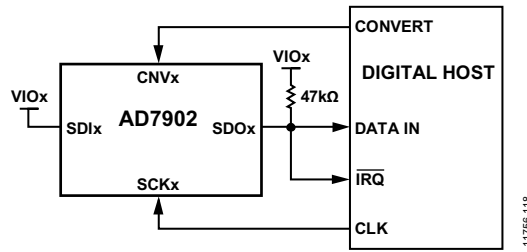
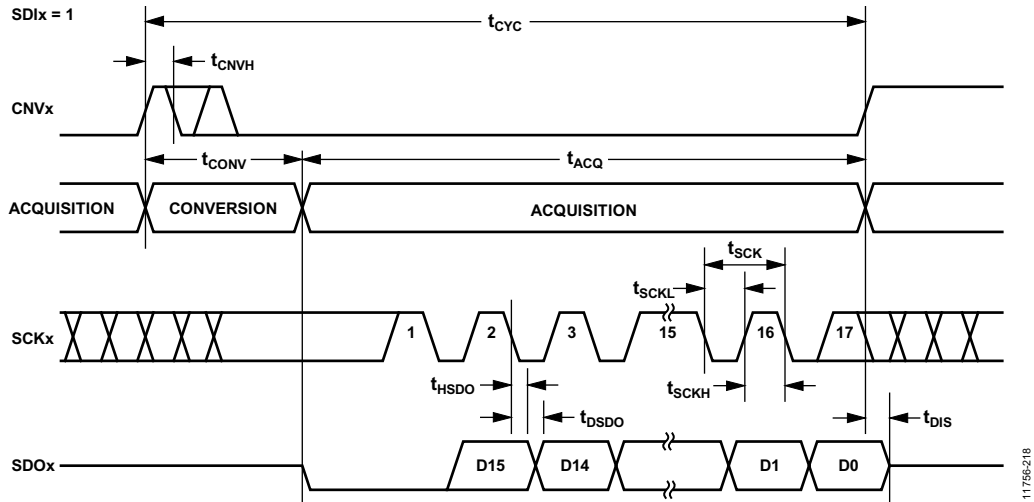
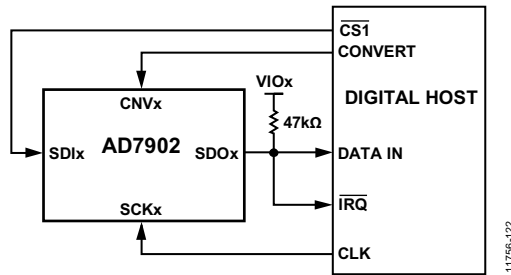
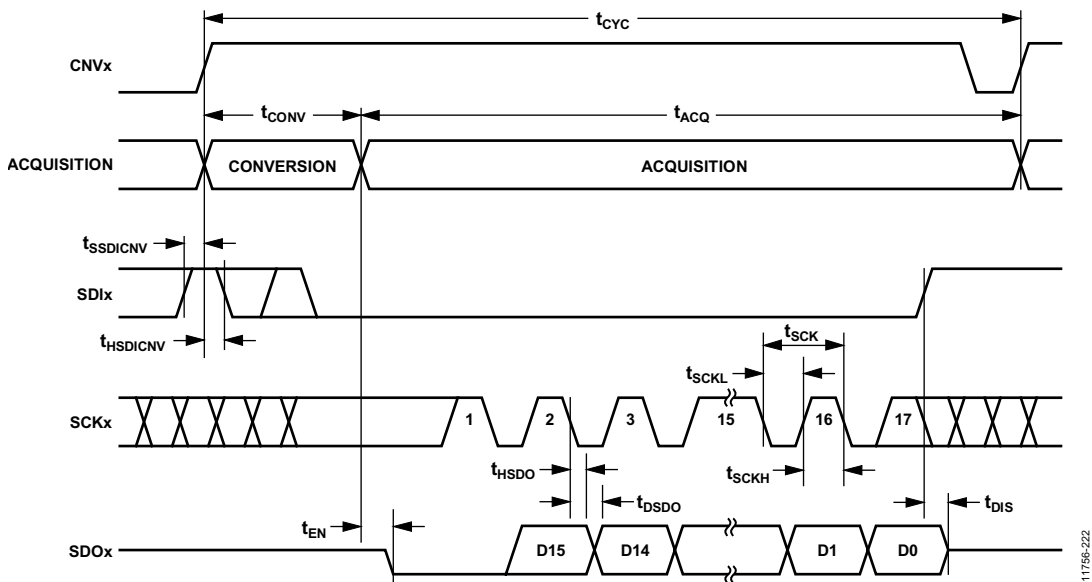

图40. CS模式(三线式接口, 带繁忙指示)连接图(SDIx高电平)
图41. CS模式(三线式接口, 无繁忙指示)串行接口时序(SDIx高电平)
图44. CS模式(四线式接口, 带繁忙指示)连接图
图45. CS模式(四线式接口, 带繁忙指示)串行接口时序
- $\overline{CS}$ 模式下，当ADC转换结束时，CNVx或SDIx为低电平（参见图41和图45）。
连接图如图40所示, 相应的时序如图41所示。
连接图如图44所示, 相应的时序如图45所示。